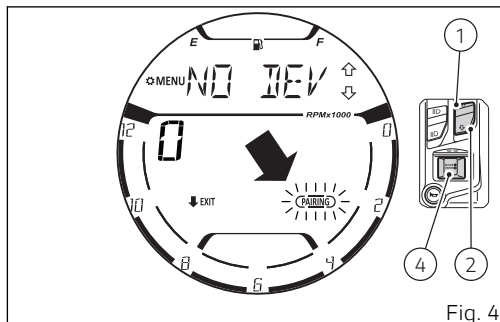

Fig. 4
Se pueden emparejar como máximo 2 smartphones, 1 auricular piloto y 1 auricular pasajero, 1 navegador. Si se desea emparejar un nuevo smartphone, auricular o navegador, es necesario eliminar antes uno de los dispositivos ya emparejados (véase el párrafo "Eliminación dispositivo emparejado"). Para emparejar un nuevo dispositivo Bluetooth es necesario entrar en el SETTING MENU, visualizar con los pulsadores (1) o (2) la indicación "BLUETOOTH" y presionar el pulsador (4). Al acceder a la función seleccionar mediante los pulsadores (1) y (2) la indicación "PAIRING" con el borde parpadeante y presionar el pulsador (4) (Fig. 4).